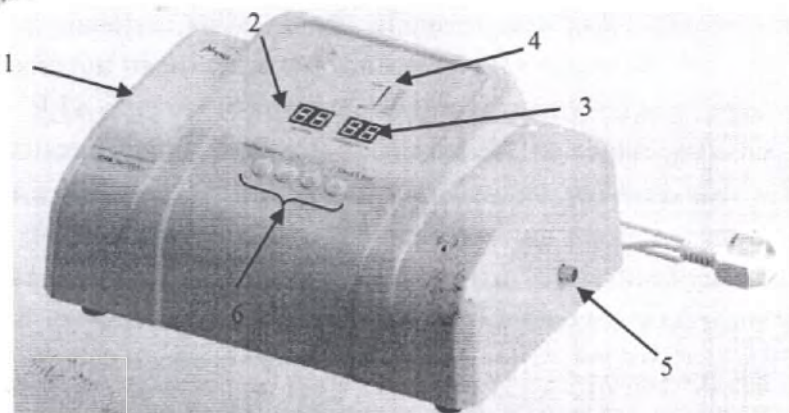

Рисунок 14 Электронный блок общий вид
9.9. Подключите выбранный излучатель к разъему на боковой панели электронного блока (Рис. 14 поз.5).